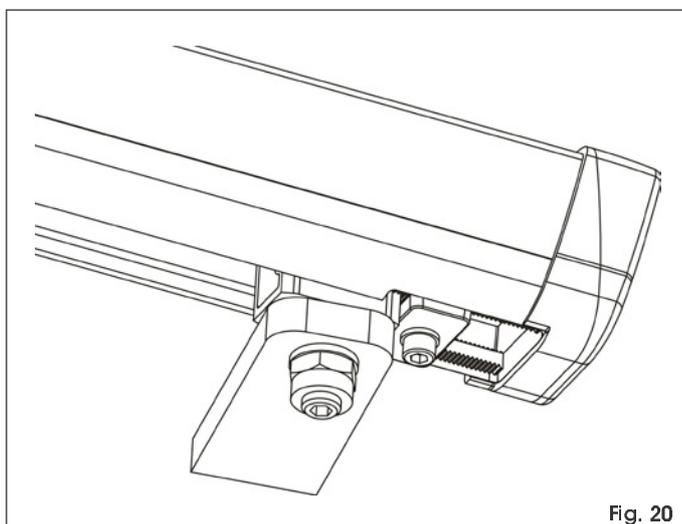

Fig. 20
4. Spostare l'arresto in prossimità dell'attacco come indicato in Fig.20.